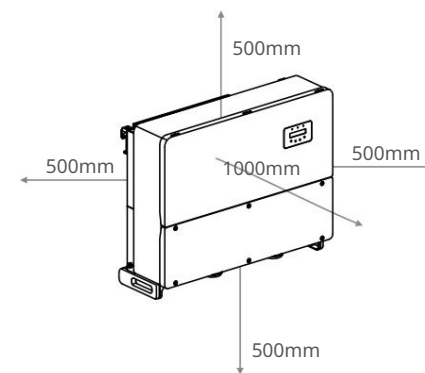

Figura 3.1 Distâncias necessárias entre inversores
- Se vários inversores forem instalados no local, um espaço mínimo de 500 mm deve ser mantido entre cada inversor e todos os outros equipamentos montados. A parte inferior do inversor deve ter pelo menos 500 mm acima do solo ou piso (ver Figura 3.1).